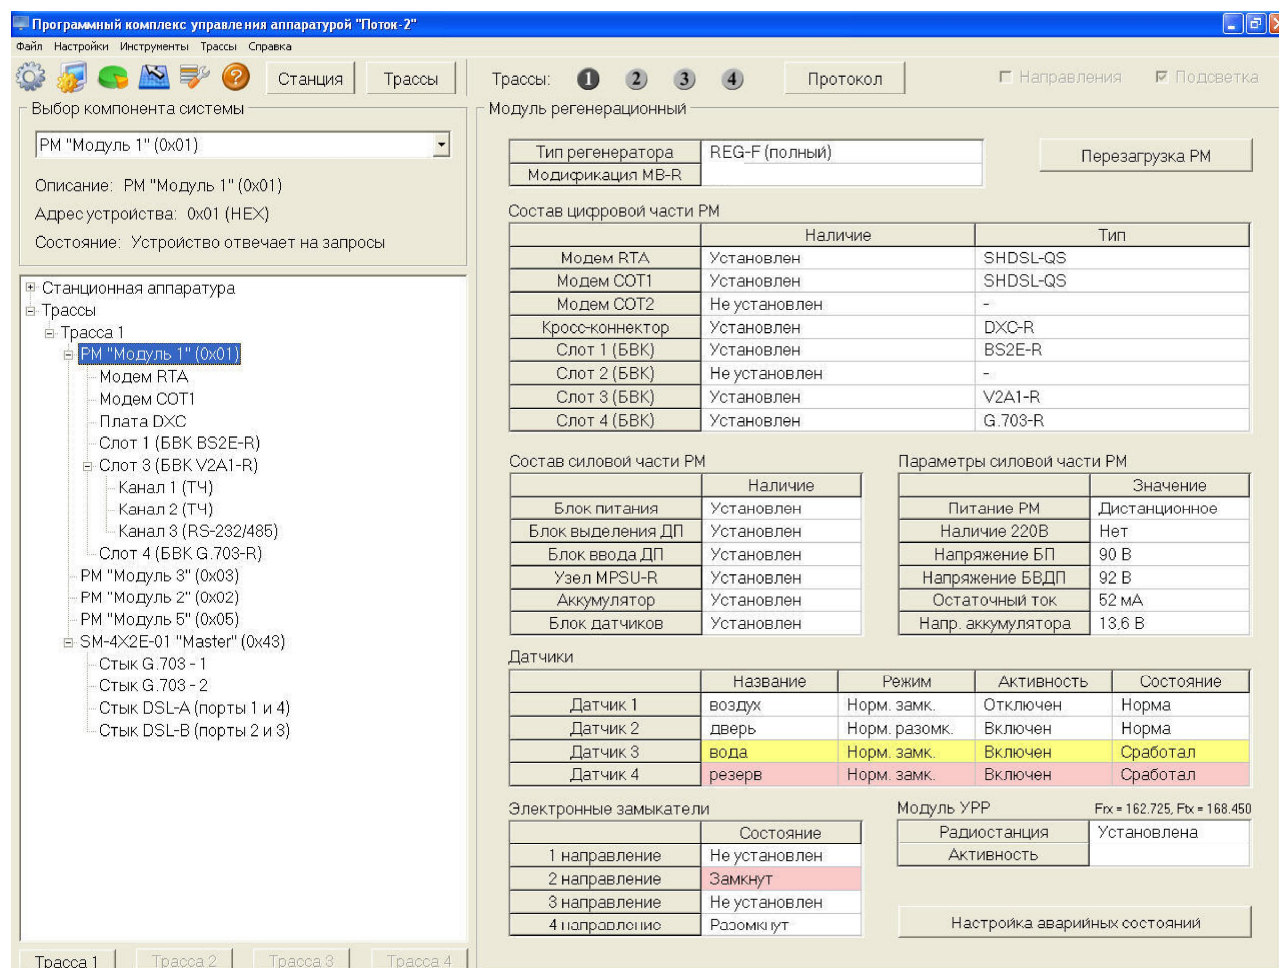

Рисунок 22
В ПО “Поток-2” (см. рисунок 22) отображается какая из “срочных аварий” сработала, с помощью подсвечивания строки красным цветом.
В ПО “Поток-2” (см. рисунок 22) отображается какая из “несрочных аварий” сработала, с помощью подсвечивания строки желтым цветом.
2.11.5.11 После нажатии кнопки “**Перезагрузка РМ**” (см. рисунок 22) происходит программный сброс блока управления МВ-Р.